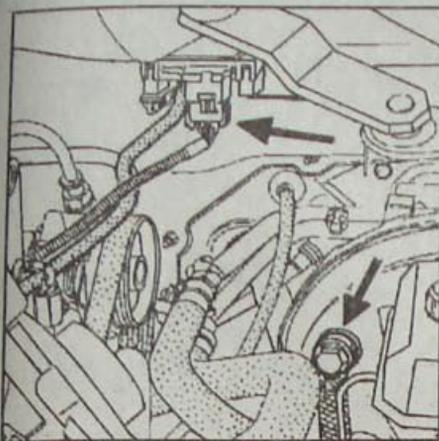

Рис. 2.46. Расположение датчика абсолютного давления и места крепления вакуумного шланга к усилителю тормозов
- Отсоедините вакуумный шланг от вакуумного усилителя тормозов (рис. 2.46).